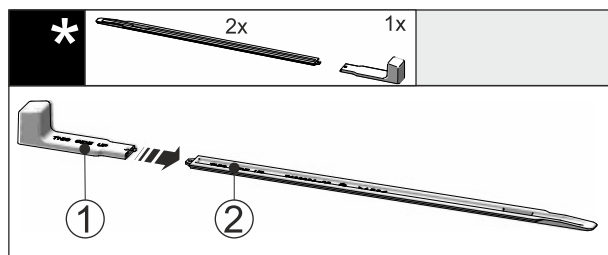

Fig. 54
- Pistke montaažikäepide Fig. 54 (1) nivelleerimissiini Fig. 54 (2) külge.